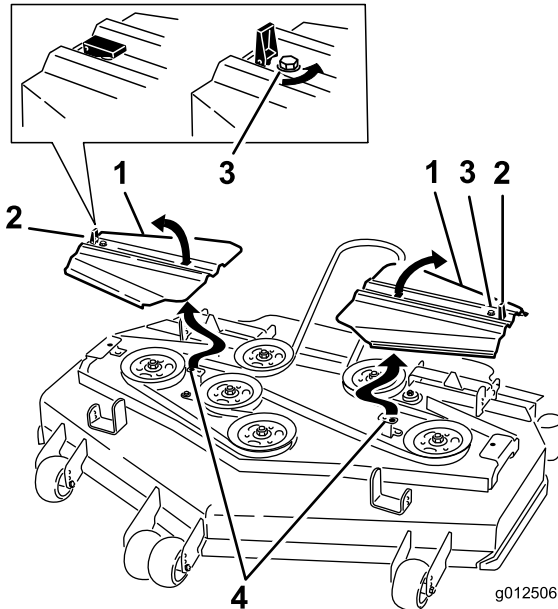

Bild 62
12. Setzen Sie die Riemenabdeckungen auf. Die Laschen sollten in den Schlitten stecken. Setzen Sie die Schrauben und und schließen Sie die Laschen (Bild 62).